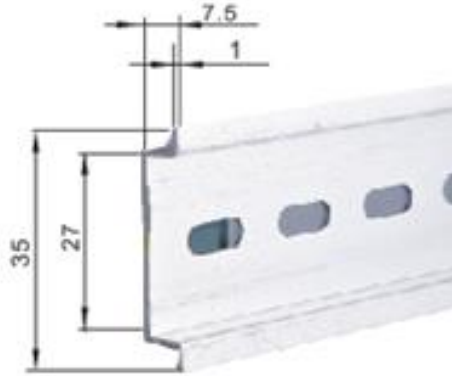

图1 TH35-7.5 (1.0) 型标准导轨
- d 安装在 TH35-7.5 (1.0) 标准导轨上(见图 1);
(3) 正常的贮存条件